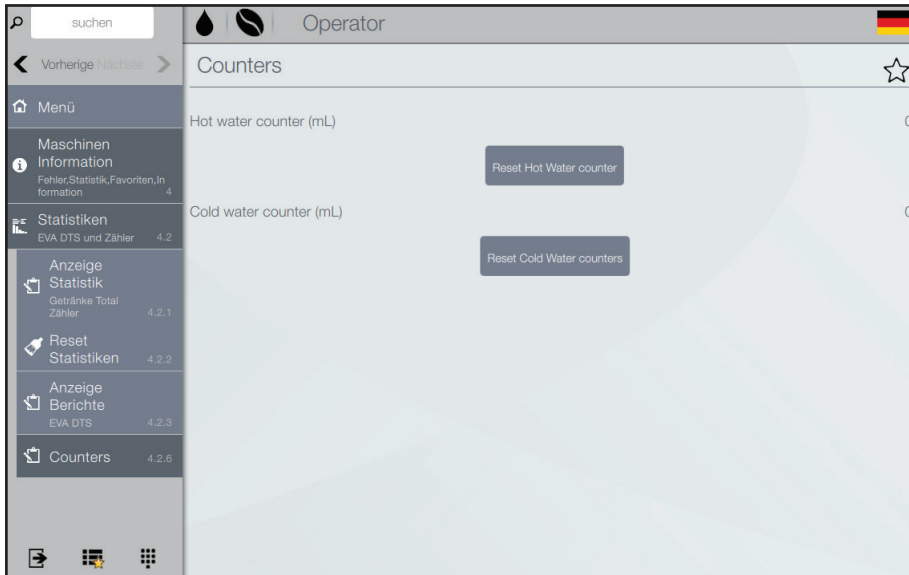

Abb. 6.14 - Gesamtwasserzähler
- Tippen Sie auf "Heißwasserzähler zurücksetzen", um den Zähler für heißes Wasser auf Null zu setzen (Abb. 6.14).